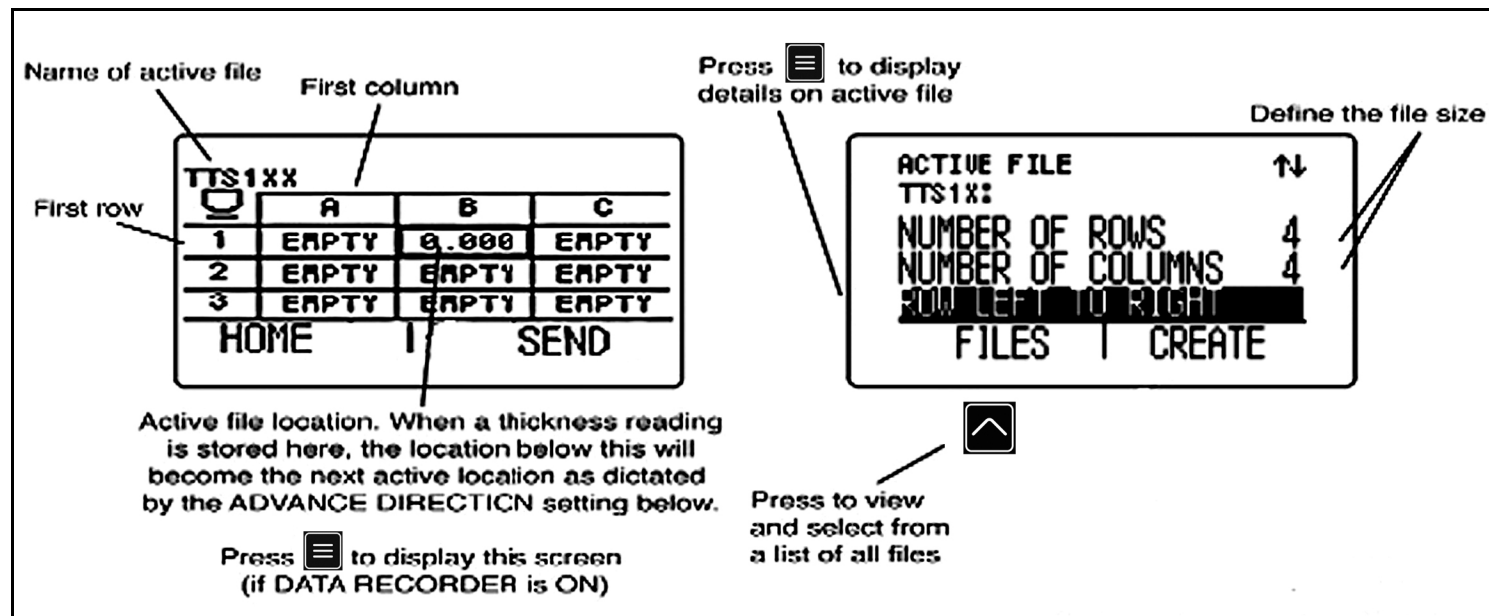

Figura 20: Determinar el Tamaño y la Orientación del Archivo del Grabador de Datos
- Los números de FILAS y COLUMNAS en el archivo del Grabador de Datos (véase *Figura 20 en la página 48*).
- La ORIENTACIÓN (véase *Figura 20 en la página 48*).
El Grabador de Datos debe estar ACTIVADO en la pantalla CONFIGURACIÓN. Cuando el Grabador de Datos está activado, el contenido del archivo actual del *Grabador de Datos* se visualiza en la Puerta de Navegación que se muestra en *Figura 20 en la página 48*.
Cuando el Grabador de Datos está ACTIVADO el contenido del archivo actual del Grabador de Datos se visualiza en la *Puerta de Navegación* que se muestra en *Figura 20 en la página 48*. Una vez que la puerta de navegación está activada, puede usar las teclas , ,  y  para seleccionar cualquier ubicación de archivo. Alrededor de la ubicación de archivo seleccionada aparecerá un borde más oscuro. Una vez que se haya seleccionado una ubicación de archivo: